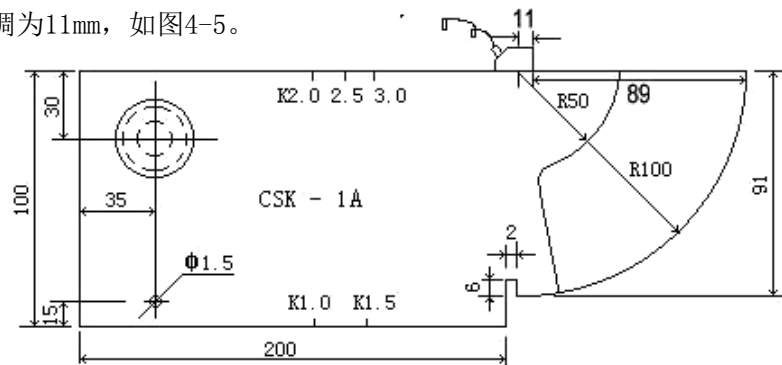
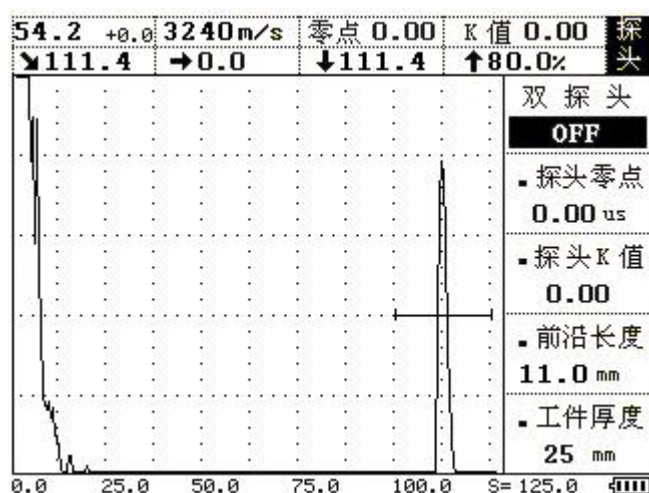

图 4-4
图 4-5
3、校准探头前沿：将探头放在试块上并移动，使得R100mm的圆弧面的反射体回波达到最高，用直尺量出探头前端面89mm，此时探头的前沿值为 $100-89=11\text{mm}$ 。如图4-4所示，之后按 **探头** 键进入探头菜单，再用 **▲**（上）或 **▼**（下）键调整到探头前沿子菜单，再按 **◀**（左）或 **▶**（右）键将探头前沿值调为11mm，如图4-5。